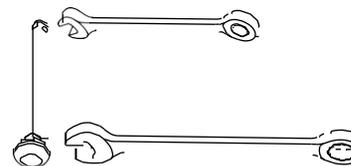

Figure 17.2 Ajustement de l'essieu à dégivrage rapide.
- 1 À l'aide d'une clé à fourche de 7/16 po, maintenez solidement l'extrémité avec bille de blocage de l'essieu. (Voir la figure 17.2)